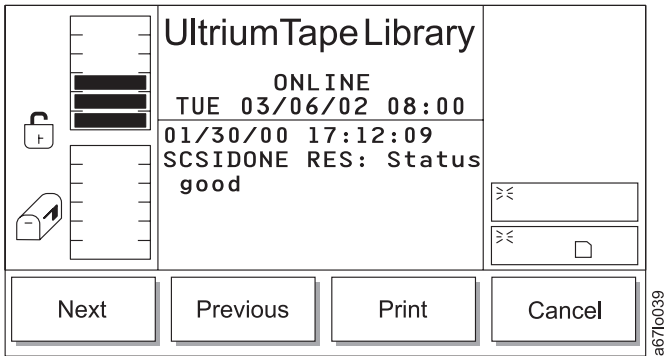

Abbildung 97. Befehlsprotokolldialog
- Wird **Command Log** ausgewählt, erscheint der Befehlsprotokolldialog (siehe Abb. 97 auf Seite 118).
Tabelle 46. Übersetzung von Abb. 97, Befehlsprotokolldialog
- Wird **Cancel** ausgewählt, erscheint der Befehlsprotokolldialog (siehe Abb. 97 auf Seite 118).